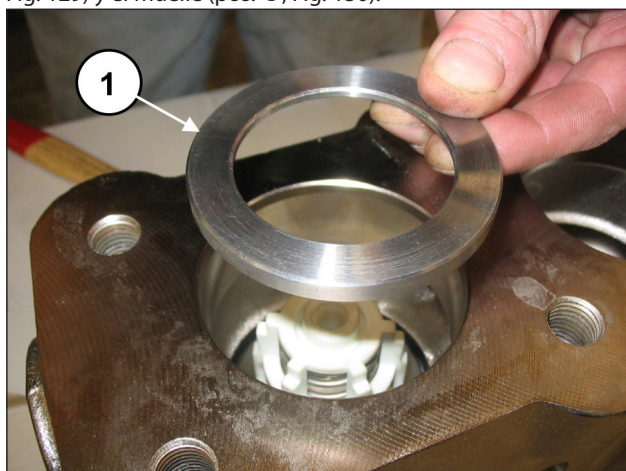
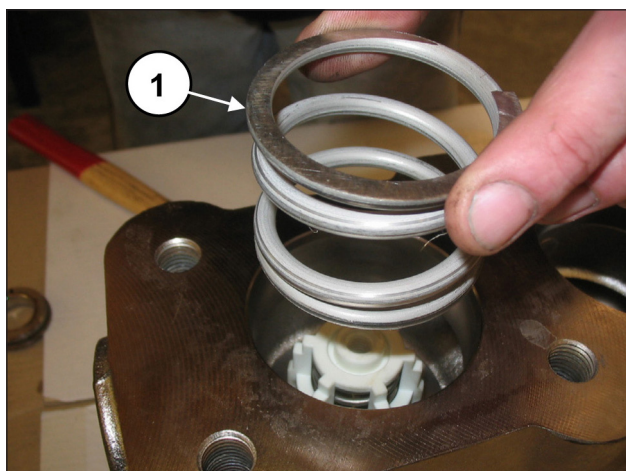

Fig. 129
Fig. 130
Introducir la anilla en el alojamiento de la válvula (pos. ①, Fig. 129) y el muelle (pos. ①, Fig. 130).